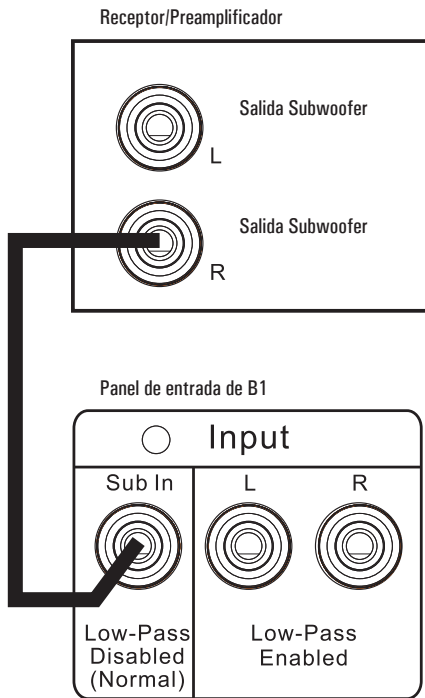

Figura 12: Conexión típica con varias salidas de subwoofer
2. Conecte un latiguillo RCA suministrado desde la salida Subwoofer o LFE del procesador/receptor al conector Sub In del panel posterior del B1, tal como se muestra en la Figura 12.